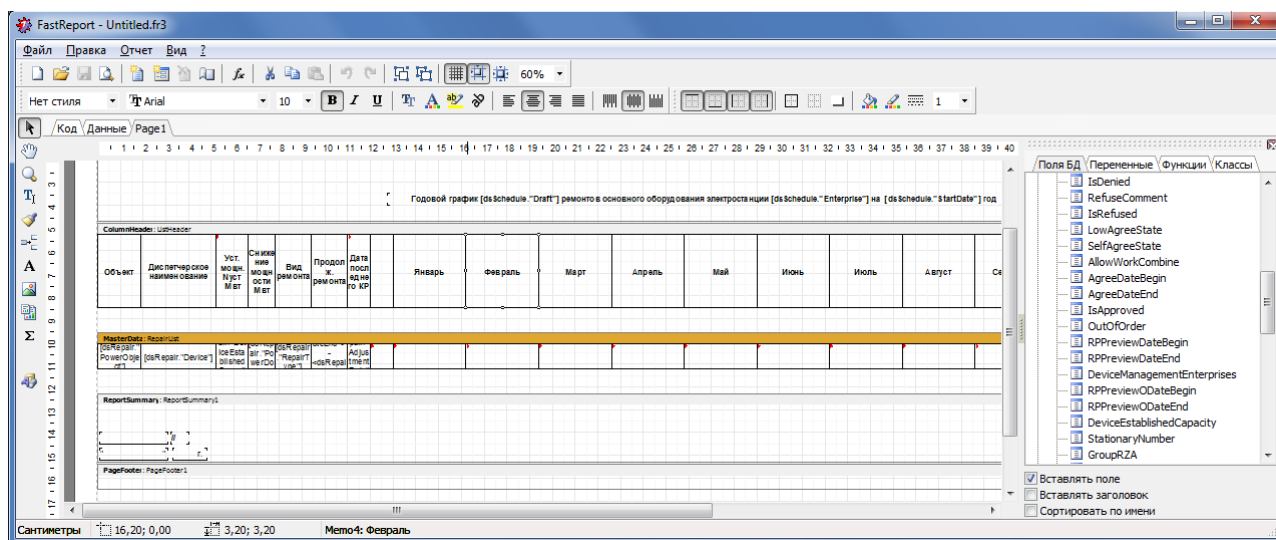

Рисунок 9.20 – Форма редактирования шаблона отчетов
- 3) В открывшейся форме редактирования шаблона отчетов (Рисунок 9.20) отредактировать шаблон (описание наборов данных и правила редактирования шаблонов отчетов описаны в документе «Руководство разработчика. Отчетные формы»).